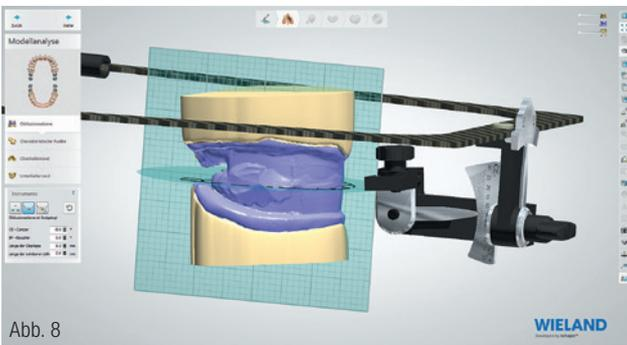
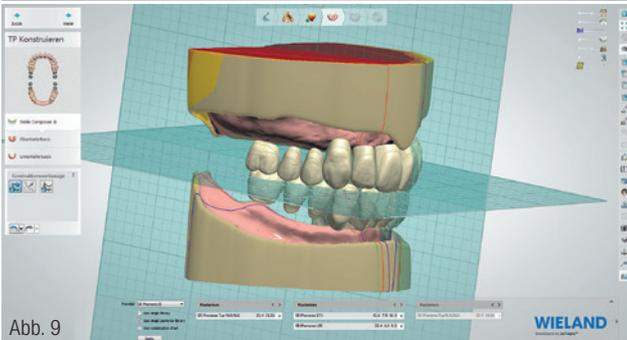

Abb. 8
Abb. 9
Mit dem digitalen UTS CAD wird nun die Okklusionsebene final definiert bzw. korrigiert (Abb. 8). Nach der Modellanalyse werden die Zähne aus der exklusiven Zahndatenbank ausgewählt. Die Software schlägt eine Aufstellung vor, die bereits in Okklusion steht und dabei die Spee- und die Wilson-Kurve berücksichtigt. Dieser Vorschlag orientiert sich an der definierten Okklusionsebene und lässt sich vom Anwender nach allen Wünschen individualisieren (Abb. 9). Bei diesem Arbeitsschritt ist die größte Zeitersparnis im Vergleich
**Abb. 8:** Die definitive Okklusionsebene für das Prothesendesign wird über die präzisierten BP- und CE-Werte definiert und im Design berücksichtigt. **Abb. 9:** Die 28er-Musteraufstellungen, in Funktion aufgestellt, sind bereits an der Okklusionsebene ausgerichtet.